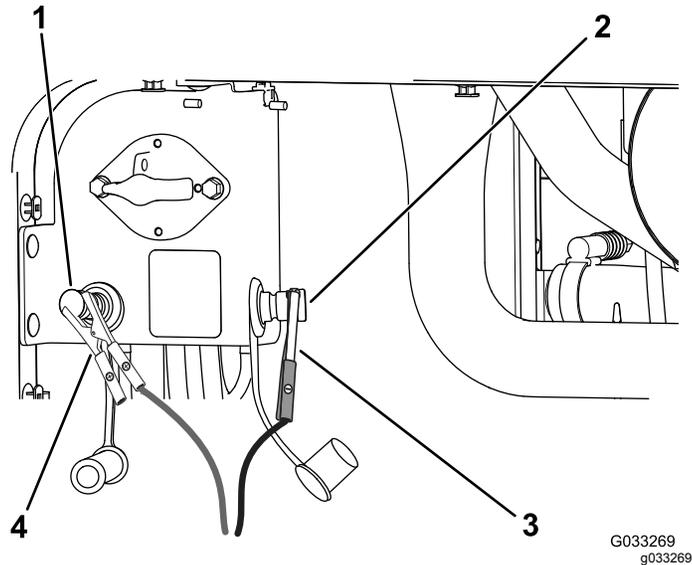

図 116
- 4. プラスのジャンプ端子にプラスケーブルを接続する 図 116。
- 5. マイナスのジャンプ端子にマイナス-ケーブルを接続する 図 116。
- 7. エンジンが始動したら、もう一人が、まずマイナス(-)の救援ケーブルを外し、次にプラス(+)の救援ケーブルを外す(図 116)。